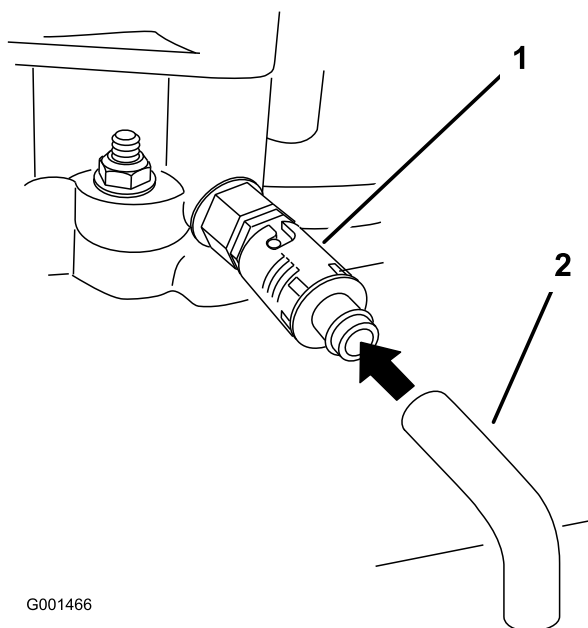

Figure 32
5. Placez un bac sous le flexible de vidange. Tournez le robinet de vidange d'huile pour permettre à l'huile de s'écouler (Figure 32).
7. Enlevez le flexible de vidange (Figure 32).